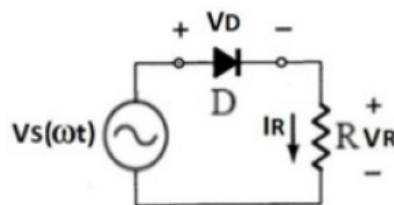

Figura 1: Diagrama do Circuito Retificador de Meia Onda
1. Montar o circuito da Figura 1.